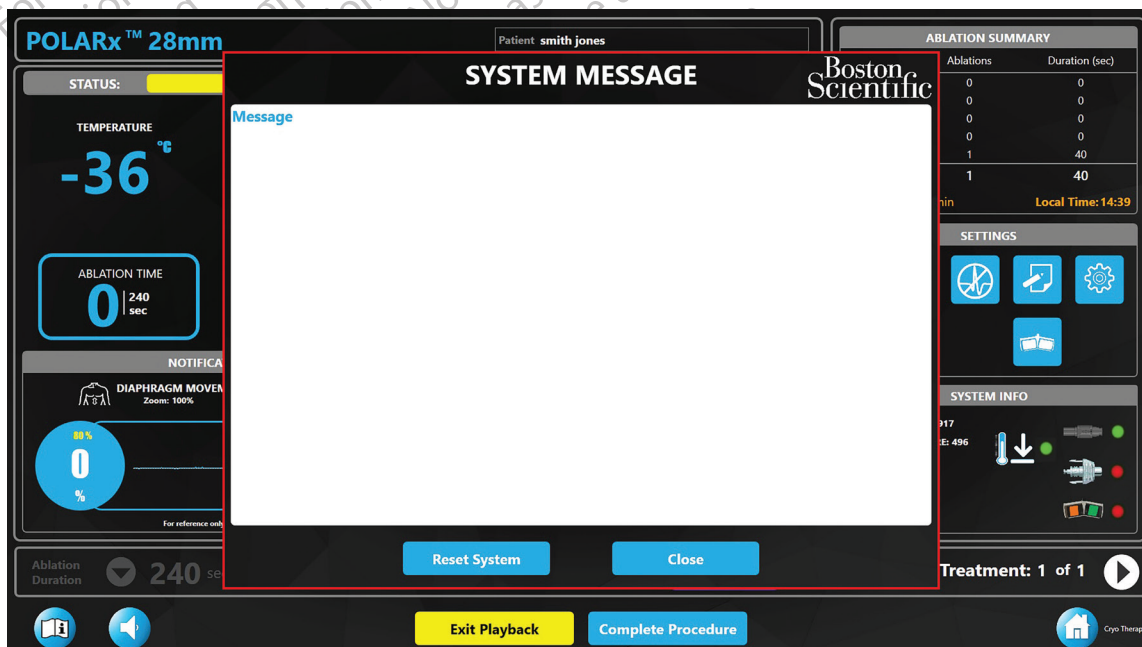

Figure 23. Effacer un message système
- Appuyer sur le bouton **Close** (Fermer) pour fermer la fenêtre **System Message** (Message système) (voir Figure 23).